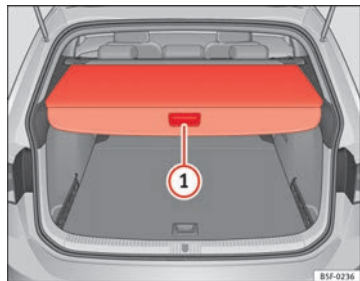

Fig. 94 En el maletero: cerrar la bandeja portaobjetos
- Presione sobre el asidero de la bandeja portaobjetos (**press**) hasta desbloquearla ⇒ fig. 94 ①. La bandeja se desplaza automáticamente hasta el final del recorrido enrollándose completamente.